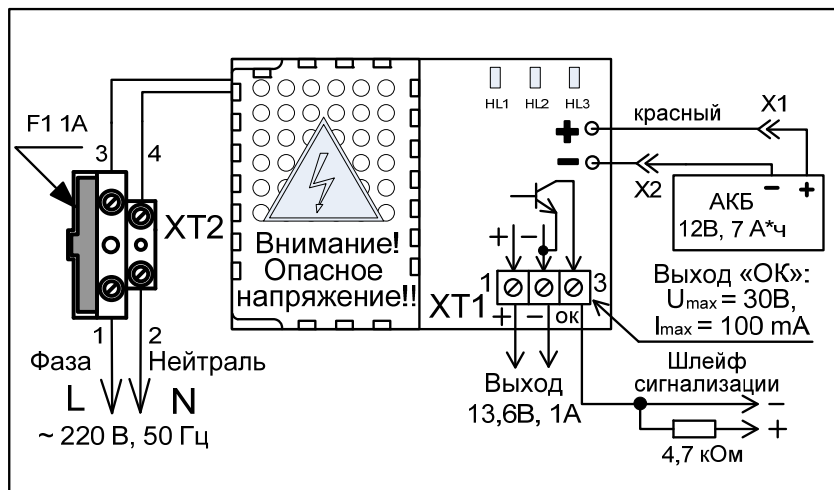

Рисунок 2 Схема подключения РИП-12В-1А-7Ач «Protection 2»
При подключении проводов внешнего питающего напряжения 220 В к сетевой колодке необходимо соблюдать правильность подключения «фаза» и «нейтраль». Подключение цепей к РИП производить в соответствии с рис. 2.
2.3.1 Проверить правильность произведённого монтажа в соответствии со схемой подключения РИП-12В-1А-7Ач «Protection 2» (рис. 2).
2.3.3 При необходимости дистанционной сигнализации перехода на резервное питание или короткого замыкания подключить РИП к шлейфу сигнализации запитываемых приборов. Пример подключения РИП к приборам «Сигнал-20П», «С2000-4» и им подобным приведён на рис. 2.